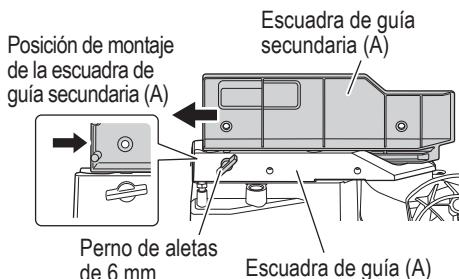

Fig. 19
**4. Confirmación sobre el uso de la escuadra de guía secundaria (A)**
Cuando corte en bisel hacia la derecha, afloje el perno de aletas de 6 mm, luego deslice la guía auxiliar (A) hacia afuera y quitela, como se indica en la Fig. 19.
En el caso del corte en ángulo directo y el corte en ángulo a bisel izquierdo, deslice hacia adentro hasta alcanzar la posición donde la escuadra de guía secundaria (A) hace tope y fíjela con un perno de aletas de 6 mm (como se muestra en la Fig. 19).